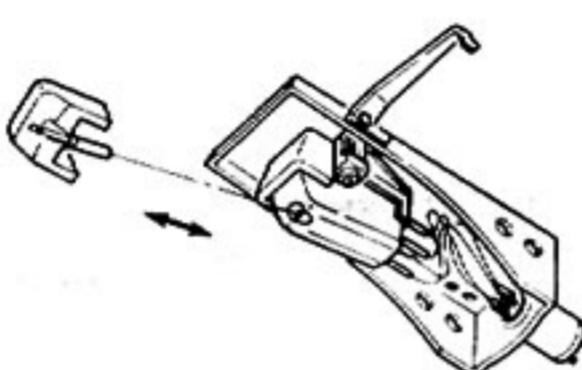

Fig. 4. Abb. 4.
- Wie in Abb. 4 dargestellt, entfernen Sie die alte Nadel durch Vorwärtsziehen in die korrekte Richtung und führen eine neue fest in das gleiche Loch ein. (Beachten Sie, daß Sie nicht die Nadel und das Oszillator-System berühren.)
- Comme il est illustré dans la Fig. 4, retirer l'ancienne pointe de lecture en la tirant vers l'extérieur dans la direction correcte et introduire avec précaution une nouvelle pointe de lecture dans le même orifice. (Faire très attention de ne toucher ni la pointe de lecture, ni le système de l'oscillateur.)